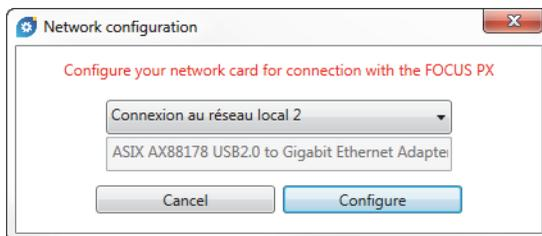

图 1-17 网络配置对话框
3. 在**Network Configuration**（网络配置）对话框中，选择将要用于与FOCUS PX设备通信的网卡，然后点击**Configure**（配置）（参见第36页的图 1-17）。